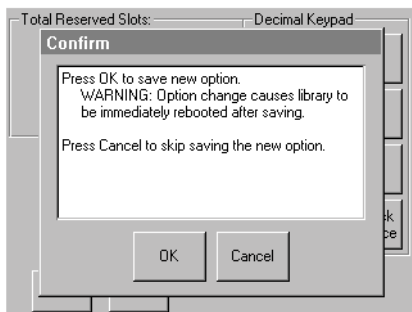

図3-8. [Total Reserved Slots]確認画面
4. 0または1を入力してから [Save] を押して変更を確認します。確認画面が表示されます (図3-8を参照)。